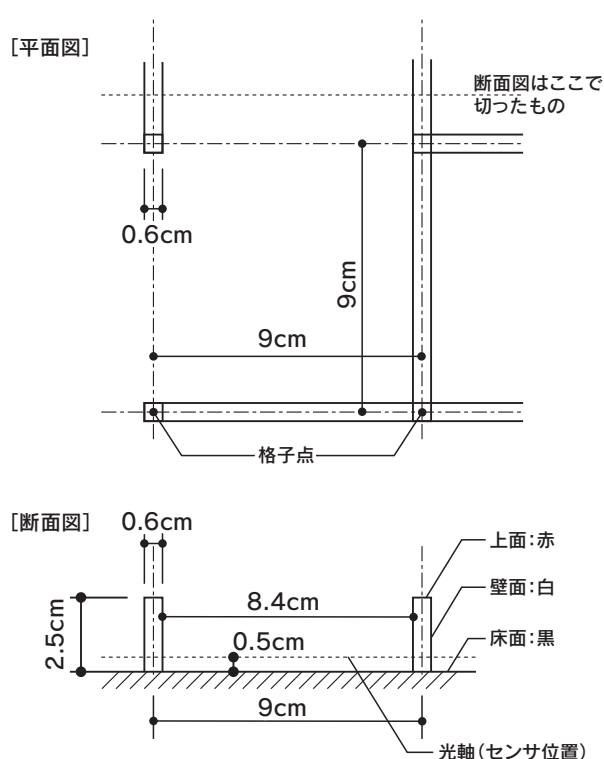
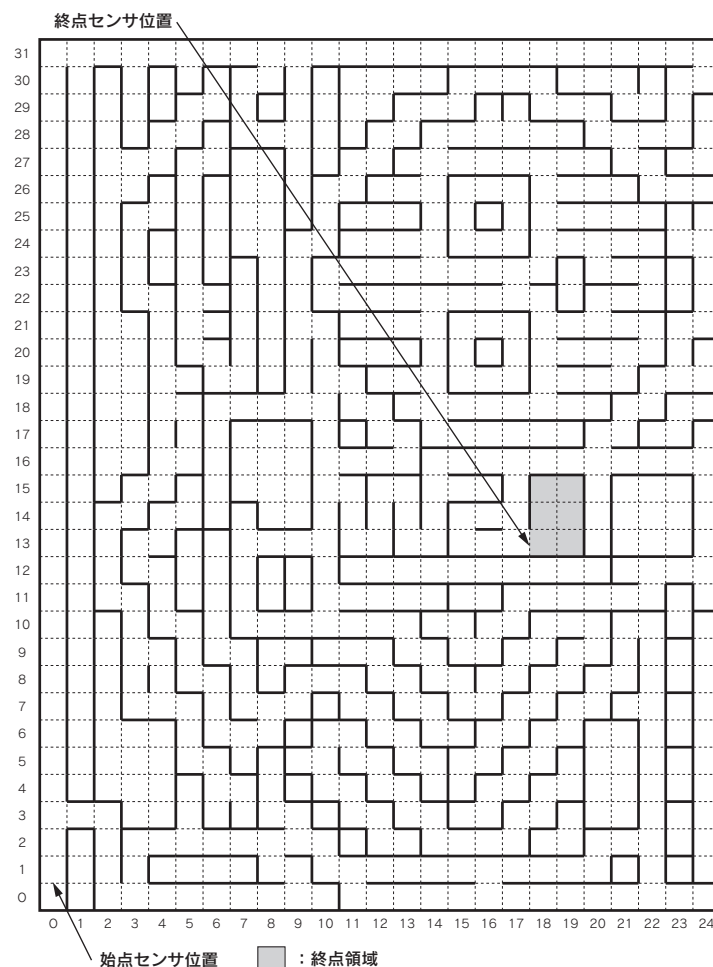

図1：迷路の構造
図2：センサ位置と終点領域入り口の座標
- 2-2 迷路は 9 cm × 9 cm の単位区画から構成されるが、全体の大きさについては最大 32 × 32 区画とする。区画の壁の高さは 2.5 cm、厚さは 0.6 cm とする。（図1 参照）
- 2-3 迷路の始点は、四隅のいずれかにあり、時計回りに出発する。終点の位置や終点領域の大きさについて競技会ごとに定める。なお終点の位置は終点領域入り口の座標で表現する。（表現方法は図2参照）
- 2-4 各単位区画の四隅にある 0.6 cm × 0.6 cm の小正方形部分を格子点と呼び、終点領域の内部を除くすべての格子点には少なくとも1つの壁が接している。（図1 参照）また、迷路全体の外周にはすべて壁が存在する（図1、図2参照）
光軸は水平であり、床面より 0.5 cm の高さにある（図1 参照）。
・終点のセンサ 終点の入口部分（図2 参照）